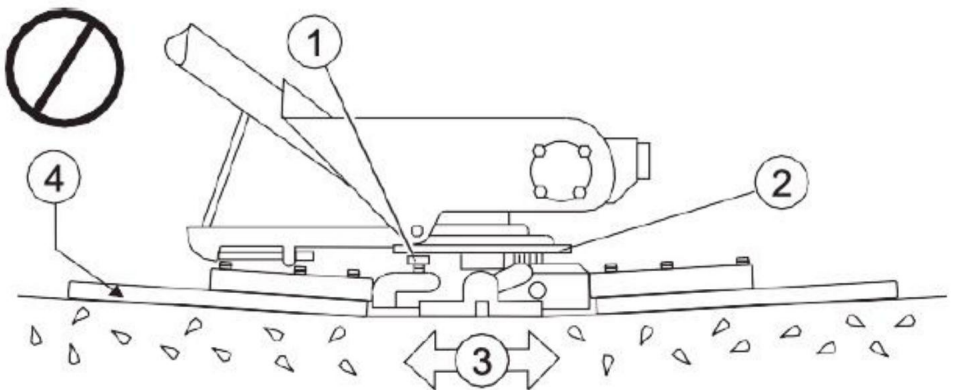

FIG.17
13.2.2 Inclíne las palas lo más planas posible. Todos los pernos de ajuste deben apenas haga contacto con la placa de desgaste inferior de la caja de araña. si uno es Si no hace contacto, será necesario realizar ajustes. (FIG.17,FIG.4).
La FIG.17 ilustra "alineación incorrecta", casquillos de araña desgastados o doblados.